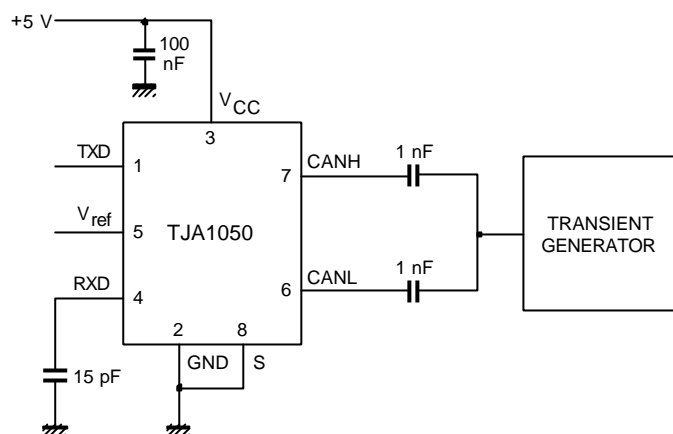

图 4 自动的暂态过程测试电路
1. 根据“ISO 7637 part 1”确定应用的暂态波形，测试脉冲 1，2，3a 和 3b（见图 4）。